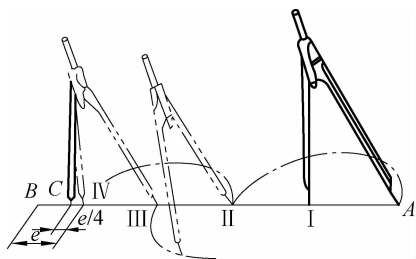

图 1-1-4 用分规等分线段
(2)分规。分规是用来量取尺寸和等分线段的工具。为了准确度量尺寸,分规两腿端部的针尖应平齐。等分线段时,将分规两针尖调整到所需的距离,然后用右手拇指和食指捏住分规手柄,使分规两针尖沿线段交替旋转前进,如图 1-1-4 所示。